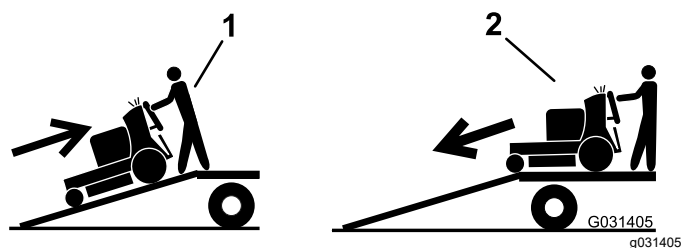

Figura 25
5. Risalite in retromarcia la rampa (Figura 25).